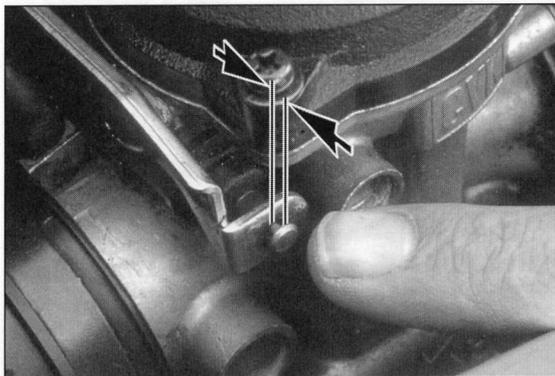
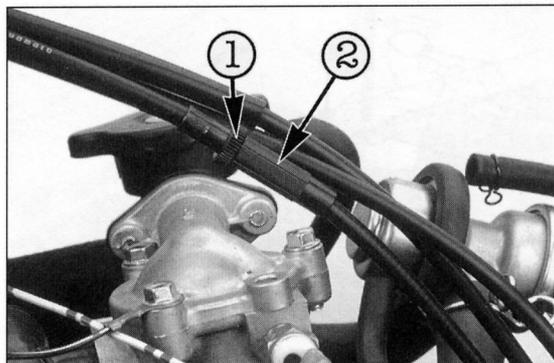

Bild 45
Bild 46
-  Am Chokekolben muss etwa ein Spiel von 2 mm vorhanden sein, bevor Kolben ausgefahren wird (Bild 45). Eventuell am Einsteller Spiel durch Ein- oder Ausdrehen berichtigen (Bild 46).